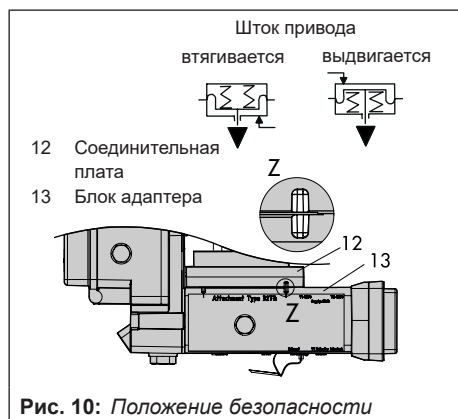

Рис. 10: Положение безопасности
7. Вставьте болты (13.1) в центральные отверстия блока адаптера (13).
8. Установите соединительную плату (12) с уплотнением (12.1) в соответствии с положением безопасности "Шток привода выдвигается" или "Шток привода втягивается" на болты (13.1). Активным является положение безопасности, при котором паз блока адаптера (13) совпадает с пазом соединительной платы (12) (Рис. 10).